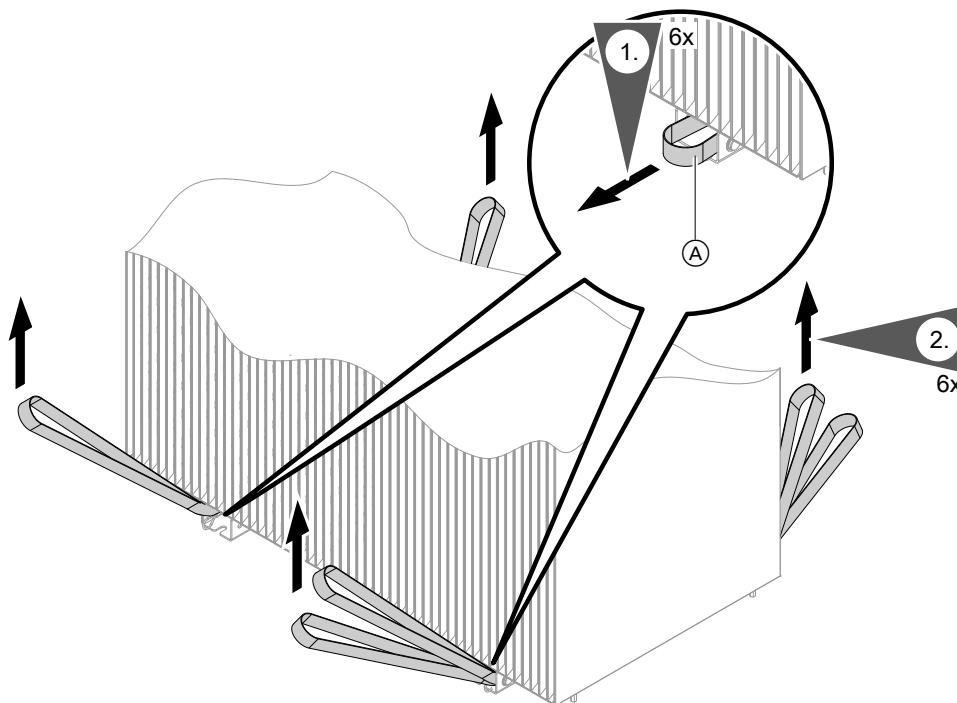

Abb. 9
- Aufgrund der ungleichen Gewichtsverteilung sind bei Außeneinheiten mit 2 Ventilatoren an der rechten Montageschiene 4 Tragehilfen angebracht: Siehe Abb. 9.